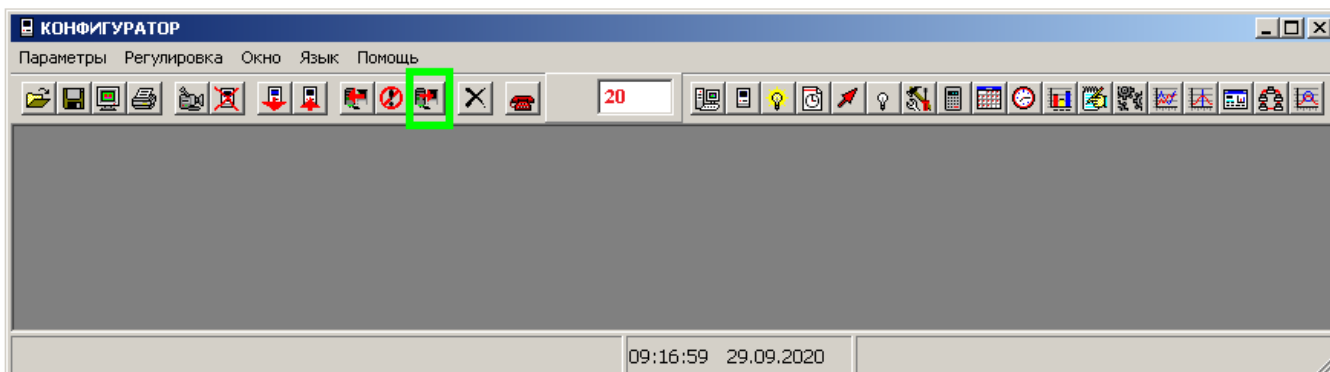

Рисунок 5.7 – Кнопка Записать в счетчик
5.2.3 Нажать кнопку  **Записать в счетчик** на панели инструментов (см. рисунок 5.7).